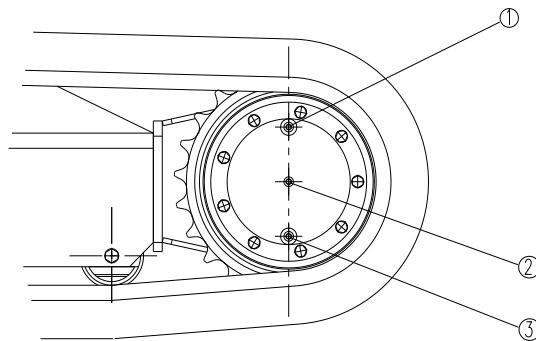

Ilustración 24
Compruebe el nivel de lubricante de cada engranaje cada 200 horas (ilustración 24).
▲ Haga girar el reductor de marcha de manera que los dos tapones se encuentren alineados (tal y como se muestra en la ilustración 24). A continuación, pare la máquina.
- ▲ Haga girar el reductor de marcha hasta que los dos tapones de drenaje se encuentren en la posición que se muestra en la ilustración 24.
- ▲ Afloje el tapón ③ para aliviar la presión del aceite y, a continuación, el tapón ② para que pueda salir el aceite.
- ▲ Limpie el tapón ③ e instálelo de nuevo en la caja reductora. Ajústelo con ayuda de una llave dinamométrica con un torque de 12-15Nm.
- ▲ Introduzca aceite en el orificio de entrada de aceite ① hasta que salga por el orificio del tapón de comprobación ②.
- ▲ Enrosque los tapones ① y ② con la llave dinamométrica (torque 12-15Nm).